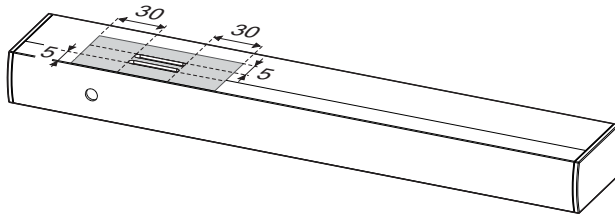

Abb. 5.4.1.1
- Der in Abbildung 5.4.1.1 definierte Bereich ist freizuhalten. Abstände und Vorgabe aus Abschnitt 3.5.2 beachten.